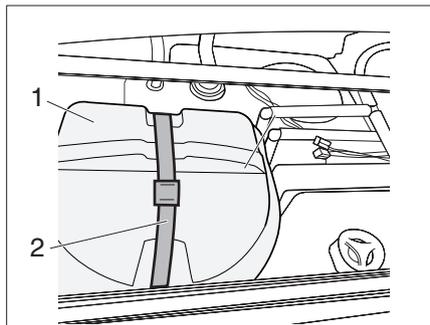

Bild 50 Gaskasten
- ▶ Befestigungsgurt (Bild 50,2) lösen.
- ▶ Abdeckung (Bild 50,1) abnehmen.
- ▶ Abdeckung (Bild 50,1) abnehmen (siehe Kapitel 8.3).
- ▶ Abdeckung (Bild 50,1) schließen und mit Befestigungsgurt (Bild 50,2) sichern.